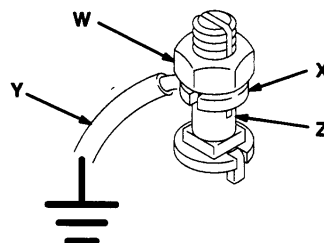

Fig. 1
1. *Pompe* : Utiliser une bride et un câble de mise à la terre. Voir Fig. 1.
Desserrer le contre-écrou (W) de la borne de mise à la terre, et sa rondelle (X). Insérer une des extrémités d'un câble de terre (Y) de section minimum 1,5 mm2 fente de la borne (Z), et bloquer le contre-écrou. Voir fig. 1. Raccorder l'autre extrémité du câble à une prise de terre correcte. Commander une bride et un câble de mise à la terre, référence 222-011.